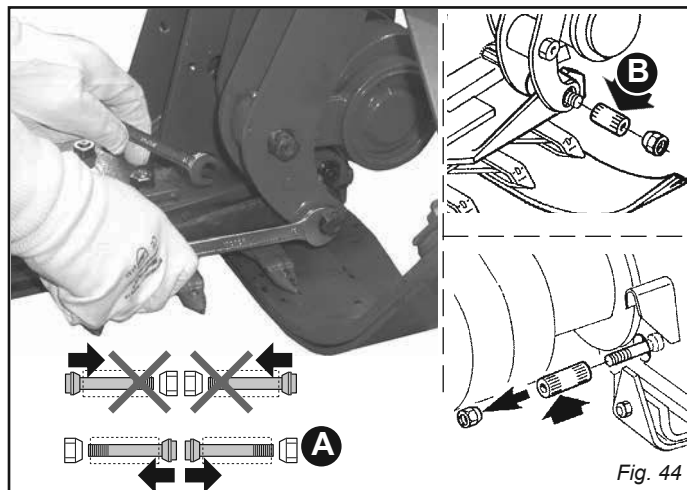
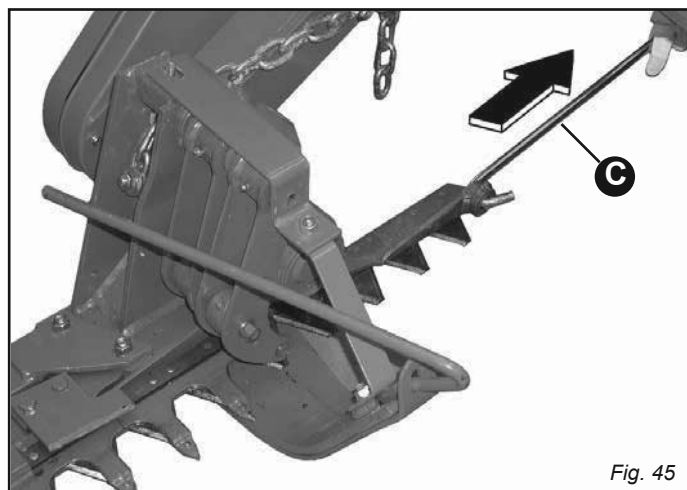

Fig. 44
Fig. 45
Die Spreizbolzen müssen wie in Abb. 44 (A) gezeigt wieder eingesetzt werden; dabei werden die Schrauben und die Kegelmutter mit einem Anzugsmoment von bis zu 30 Nm festgezogen. Jedes Mal, wenn die Spreizbolzen eingesetzt und wieder entfernt werden, den entsprechenden Messerkopf reinigen (C, Abb. 33).
- Den Spreizbolzen (B, Abb. 44) entfernen und die Abschnitthalttestange (Abb. 45) mit der Kupplungsspannstange (C, Abb. 45) herausziehen.
- Den Spreizbolzen entfernen (B, Abb. 44) und die Abschnitthalttestange herausziehen (Abb. 45).
- Den Spreizbolzen entfernen (B, Abb. 44) und die Zahnträgerstange herausziehen (Abb. 45).